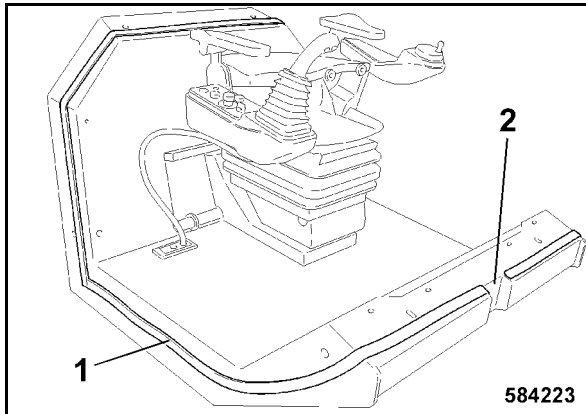

Fig. 197
- Pegar el perfil de obturación 1 (Fig. 197) alrededor del puesto de conductor.
- No pegar perfil de obturación sobre el escote delantero del puesto de conductor (2), este es la admisión de aire para la ventilación de la cabina.